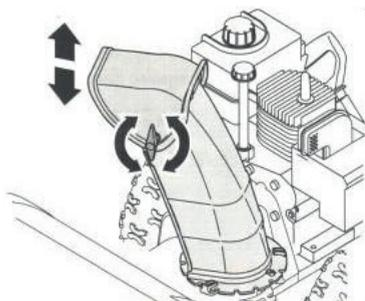

Рисунок 43
2. Поднимите или опустите крышку жёлоба, затем вновь затяните гайку, см. Рисунок 43.